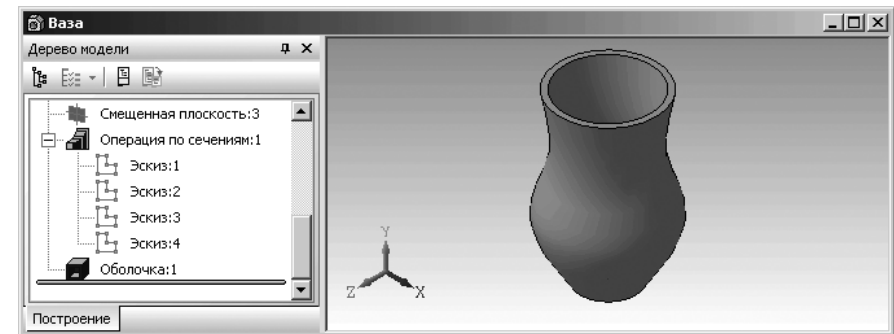

Рис. 2.139. Результаты создания тонкостенной Вазы
- щелкните на **Панели специального управления** по кнопке  – **Создать объект** или нажмите комбинацию клавиш **Ctrl+Enter**. Появится искомая ваза (рис. 2.139).